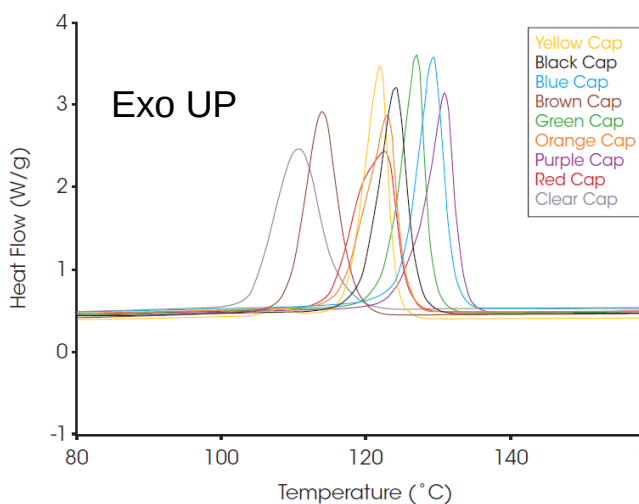

Figure 1: rampe du PP à 10 K/min
1. Que vous indique la figure 1? Quel est le phénomène observé? Les courbes représentées sont elles obtenues en chauffe ou en refroidissement? Justifiez